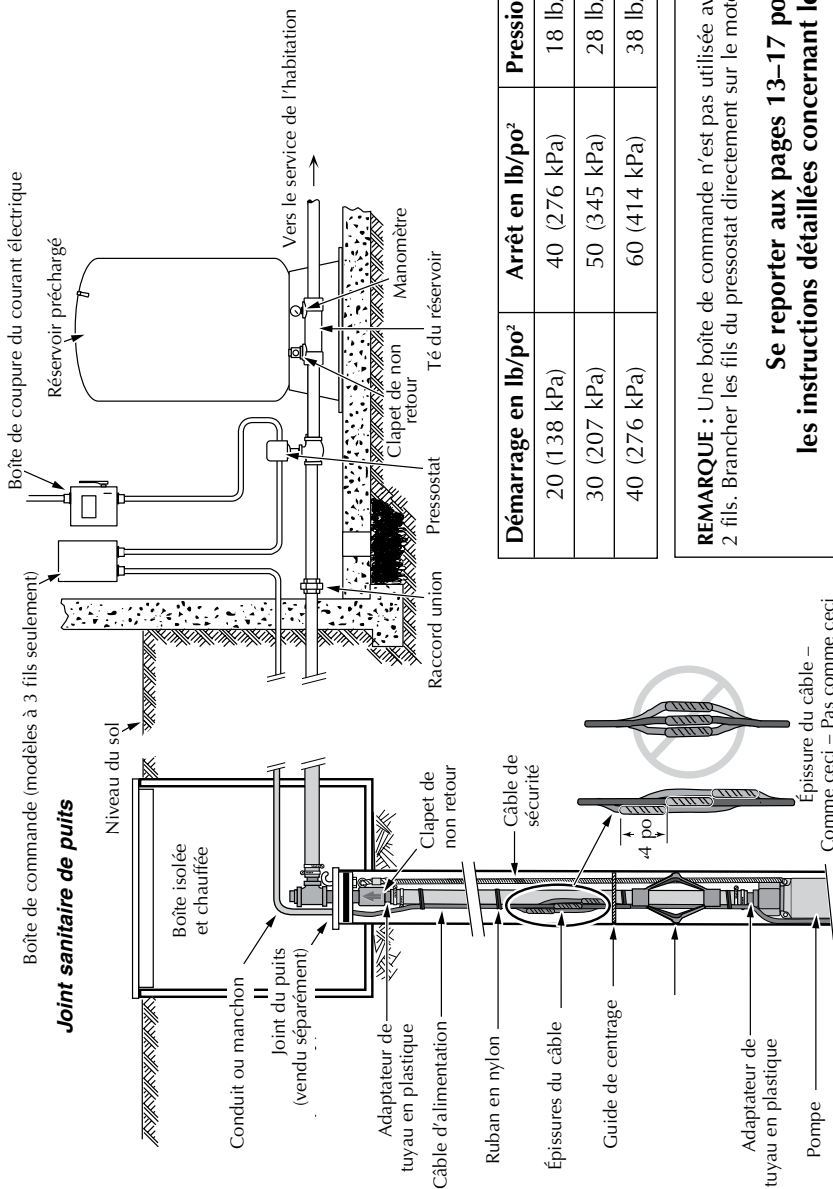

FIGURE 12 – Installation typique d'une pompe submersible et d'un réservoir préchargé
9. Déposer le robinet-vanne et procéder à l'installation permanente près du réservoir (se reporter aux Figures 12 et 13 des pages 13 et 14).
Se reporter à la Figure 12 de la page 13 pour le branchement des tuyaux sur un réservoir sous pression préchargé.